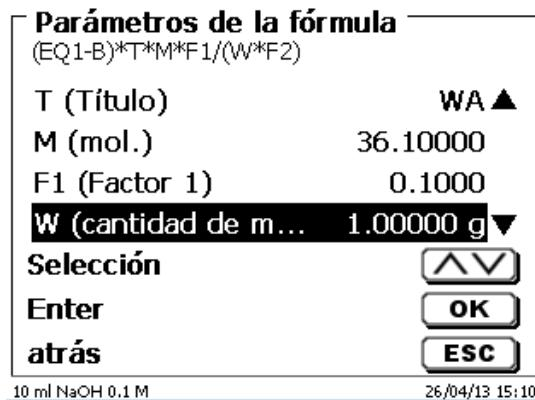
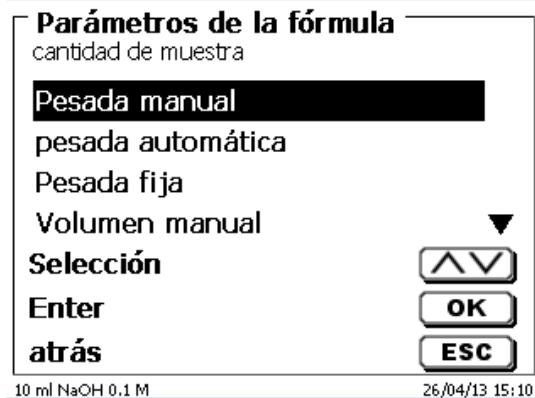

Fig. 69
Fig. 70
Bajo cantidad de muestra (W) (Fig. 69) se selecciona, si en la titulación o en la preparación de la solución se desea utilizar una pesada o un volumen (Fig. 70).